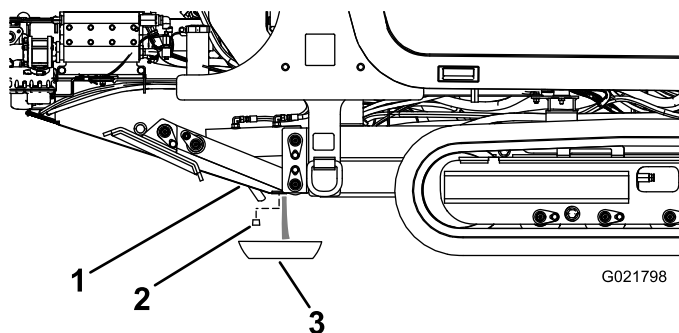

Figure 90
3. Desserrez le bouchon de vidange jusqu'à ce que l'eau et le sédiment s'écoulent (Figure 90).